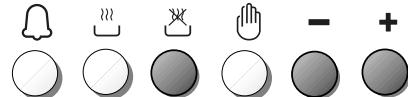

Abb. 5.8
1. Garzeit durch drücken der Taste  und der Taste  oder  einstellen (Abb. 5.8). (Taste  erhöhen, Taste  verringern).
2. Ende des Garvorgangs durch drücken der Taste  und der Taste  oder  einstellen (Abb. 5.8). (Taste  erhöhen, Taste  verringern).